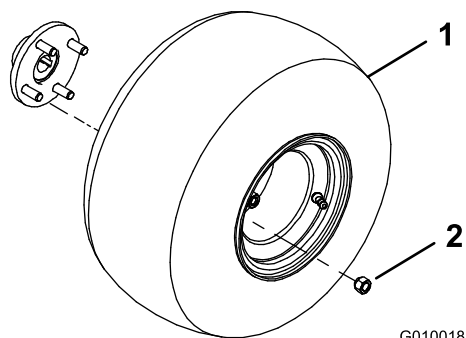

Figura 3
2. Montate un gruppo ruota su ogni mozzo della ruota posteriore (Figura 3).
3. Installare i dadi a staffa (Figura 3) e serrateli a 61-75 Nm.